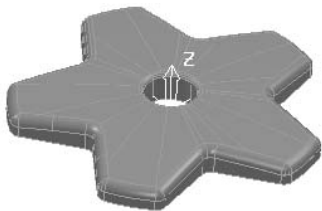

图 2-14 打开范例文件
2) 选择下拉菜单中的“文件”→“范例”命令, 弹出“打开范例”对话框, 选择“handle.tri”(“随书光盘:\第 2 章\exercise1\uncompleted\handle.tri”)文件, 单击“打开”按钮即可, 如图 2-14 所示。